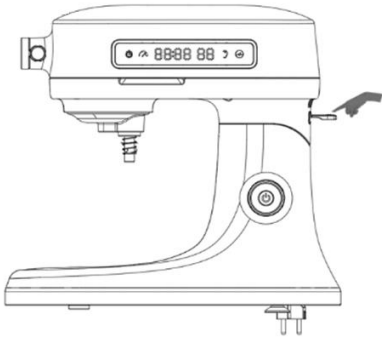

Figure 1
Insérez le crochet à pâte (batteur/ fouet) dans l'arbre du planétaire de sorte que la rainure carrée du crochet à pâte soit alignée avec l'arbre du planétaire, comme illustré à la FIG 1. En même temps, insérez l'outil dans la fente de l'arbre du planétaire, poussez-le légèrement vers le haut, puis tournez le porte-outil dans le sens inverse des aiguilles d'une montre jusqu'à ce que l'axe de l'arbre soit aligné avec le clip, comme illustré à la figure 3, c'est-à-dire que l'outil est installé. Lors de l'installation, le nez doit être relevé pour faciliter l'utilisation. Une fois le bol mélangeur installé, placez le nez en position horizontale comme indiqué dans la figure 4 (Remarque : l'appareil ne peut pas être connecté à l'alimentation électrique pendant l'installation du crochet de pétrissage et d'autres accessoires !)
1. Placez la machine emballée sur la table, tenez la tête avec votre main gauche, puis appuyez sur le bouton de montée de la tête avec votre main droite (figure 1), la tête se lèvera automatiquement, la main gauche maintient doucement la tête jusqu'à ce qu'elle s'enclenche, la machine est complètement ouverte et verrouillée (figure 2).